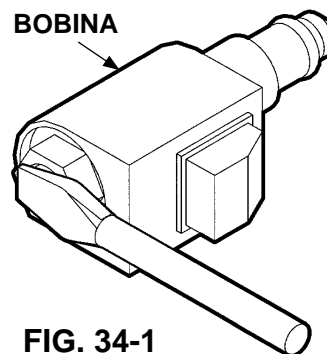

FIG. 34-1
1. Inspeccione si las válvulas del solenoide están continuamente energizadas tocando con la punta de un desarmador la tuerca del solenoide (**FIG. 34-1**). Trate de retirar el desarmador. Si la tuerca del solenoide atrae al desarmador (magnéticamente) sin estar accionando el interruptor de palanca, entonces el circuito de control opera de forma incorrecta. Inspeccione si el interruptor de palanca, el cableado o la bobina están defectuosos.